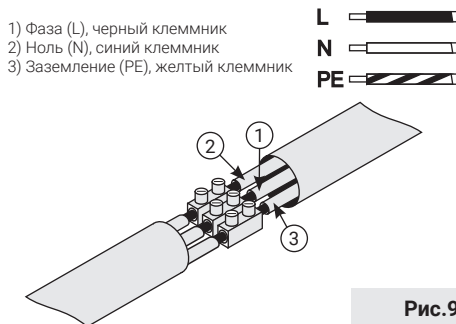

Рис.9
4.2.5. Провод заземления имеет желтый или желто-зеленый цвет и желтый клеммник (рис. 9 «3») фаза (L) - черный цвет и черный клеммник (рис. 9 «1»), ноль (N) - синий цвет и синий клеммник (рис. 9 «2»).